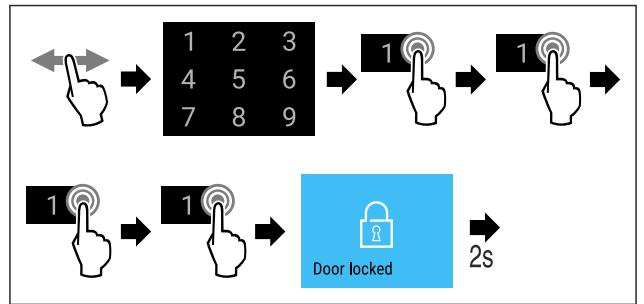

Fig. 74 Bloccare la porta con il codice porta 1 1 1 1.
- ▶ Eseguire i passi (vedere Fig. 74).